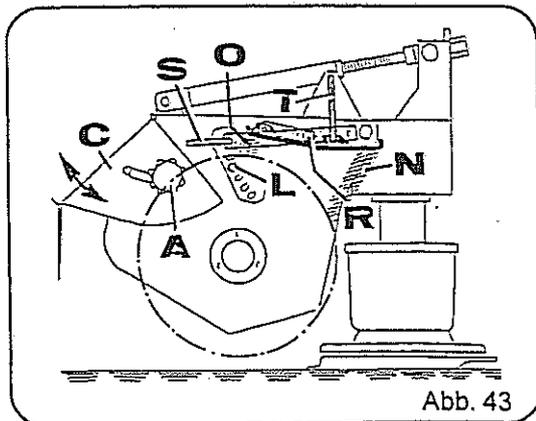

Abb. 43
- Geringe Knickwirkung = Stellhebel (Pos. S) nach oben (großer Austrittsquerschnitt (Abb. 43, Pos. O)